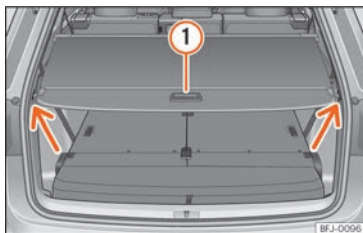

Fig. 119 Na bagageira: chapeleira da bagageira fechada.
- Puxe a cobertura um pouco para trás pelo puxador »» **Fig. 119** ① e retire-a para cima